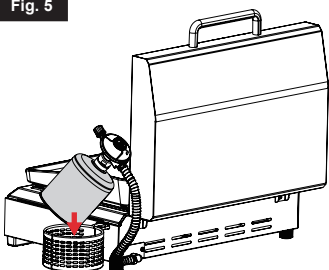

Fig. 6
3. S'assurer que le bouton de réglage est en position "OFF" (O) (Fig. 6).
- Ouvrir le robinet du détendeur en tournant le volant de commande (1) dans le sens anti-horaire du - vers le + (Fig. 6) (Le bouton de réglage doit rester en position "OFF" (O)). Si des bulles se forment, cela signifie qu'il y a des fuites de gaz.
- Fermez la vanne du détendeur (1) en la tournant dans le sens des aiguilles d'une montre.